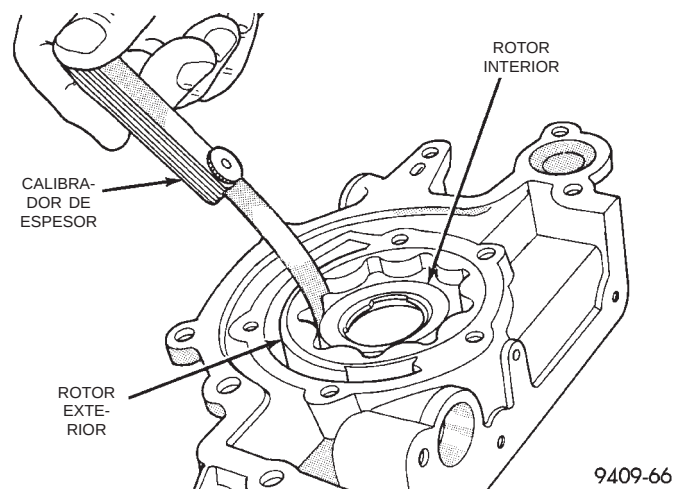

Fig. 129 Medición de la luz entre rotores
(6) Instale el rotor interior en la caja de la bomba. Si la luz entre los rotores interior y exterior (Fig. 129) es de 0,203 mm (0,008 pulg.) o mayor, reemplace los dos rotores.
(7) Coloque un borde recto sobre la superficie de la caja de la bomba, entre los orificios para pernos. Si el